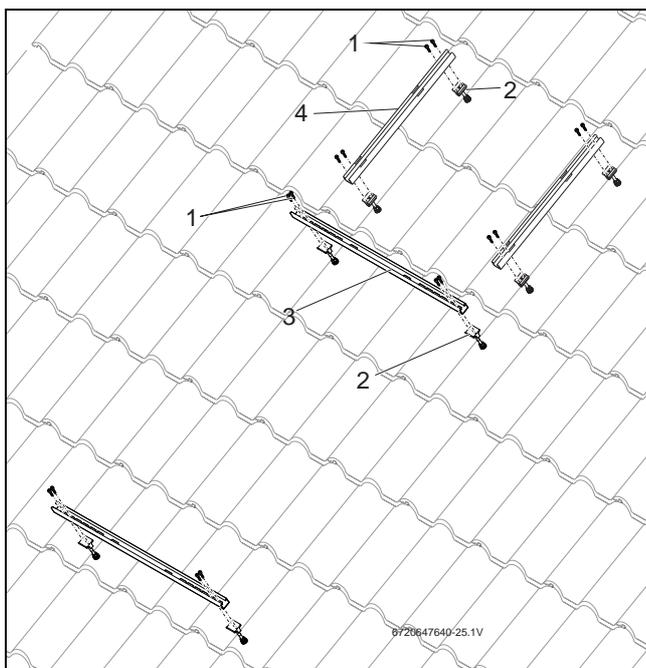

Fig. 50 Fixar o perfil do coletor no bloco de apoio
- ▶ Fixar os perfis do colector (→ Fig. 50, [3]), com dois parafusos cada [1], no bloco de apoio [2]; começar este processo com o furo alongado exterior.
- ▶ Fixar cada perfil do acumulador (→ Fig. 50, [4]) com dois parafusos no bloco de apoio; começar este processo com o furo alongado inferior.